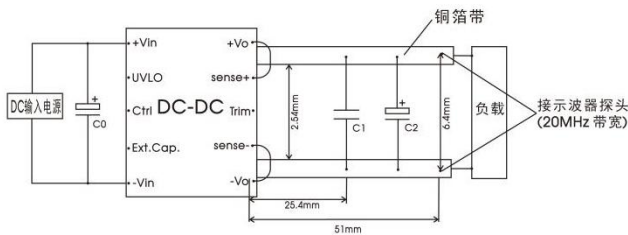

图 3
③纹波和噪声的测试方法见图 3, 噪声以靠测法为准;
④引脚耐焊接温度非烙铁实际设定温度, 为良好焊接焊点所需的温度。客户实际设定温度需根据 PCB 厚度、覆铜大小差异, 烙铁功率、烙铁头选择不同综合设定;
⑤产品在海拔 2000m 以上使用, 需确保产品表面温度低于 105℃。
所有该系列的 DC/DC 转换器的常规性能在出厂前, 都是按照下图 3 推荐的测试电路进行测试, 纹波噪声测试用图 3 接线测试。